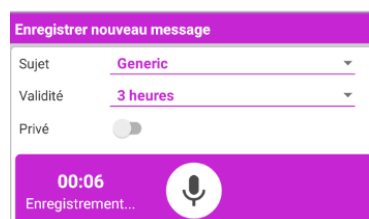

Fig 100
- maintenir enfoncé le bouton  tel qu'indiqué sur la Fig 100: